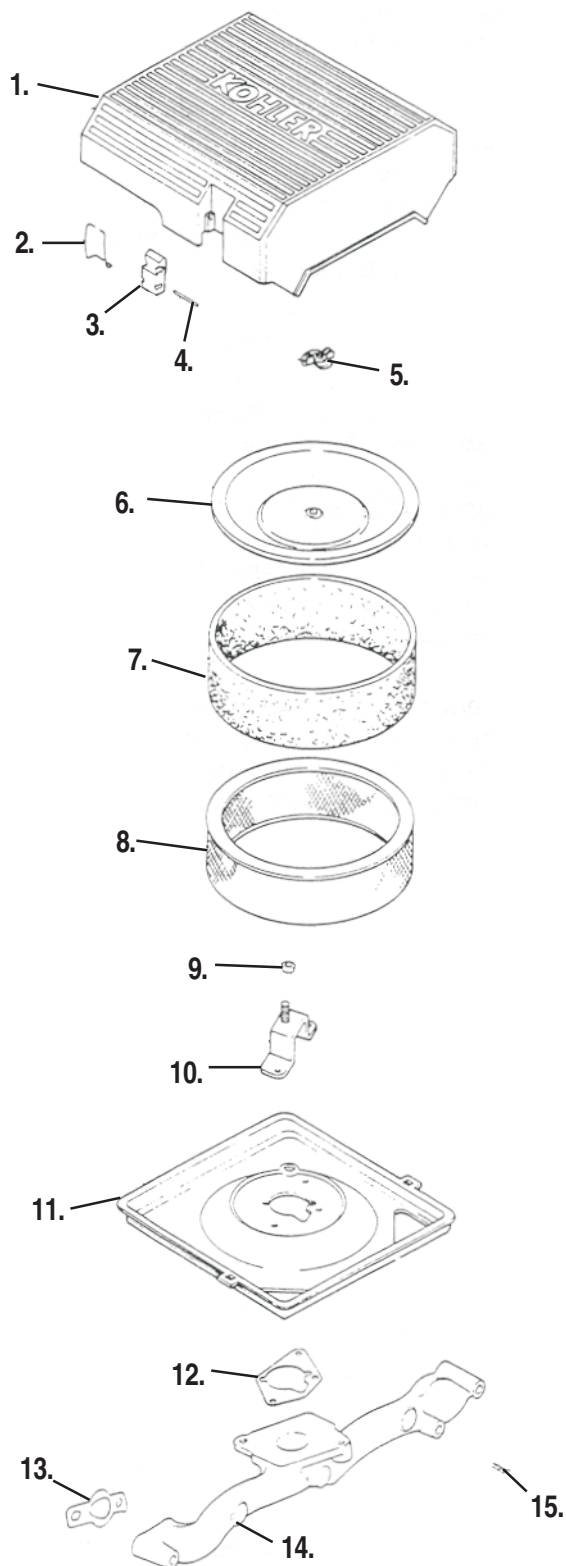

Figura 13. Componenti del depuratore
Per la manutenzione del prefiltra, seguire questi passi (vedi figura 13):
1. Sganciare il chiavistello posto a un lato del coperchio del depuratore (figura 13) e togliere il coperchio.
Componenti del depuratore - Vedere la figura 13.
Per questa operazione, far riferimento ai seguenti passi e alla figura 13: